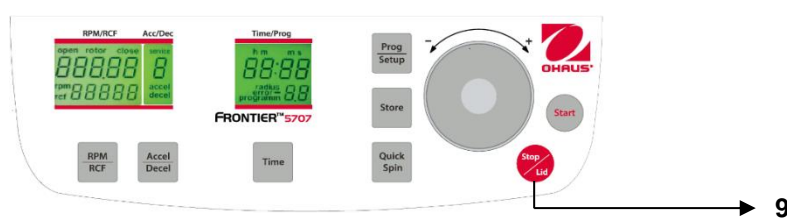

Figura. 25
La operación puede interrumpirse en cualquier momento al presionar el botón **"Stop"** (9) (vea la Figura 25).